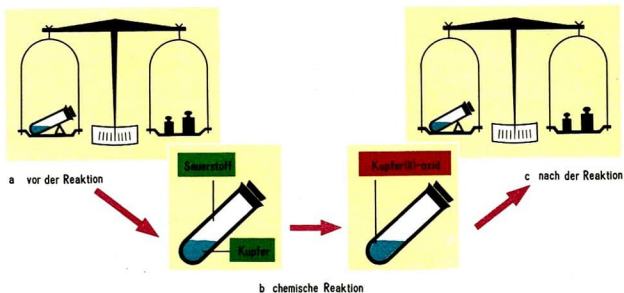

Abb. 44 Ablauf eines Experiments zur Erkenntnis und Bestätigung des Gesetzes von der Erhaltung der Masse
Ein fest verschlossenes Reagenzglas, das Kupferpulver und Sauerstoff enthält (Abb. 44), wird auf der Waage tariert. Durch Erwärmen bringt man die Elemente zur Reaktion. Nach dem Abkühlen tariert man erneut. ⑤